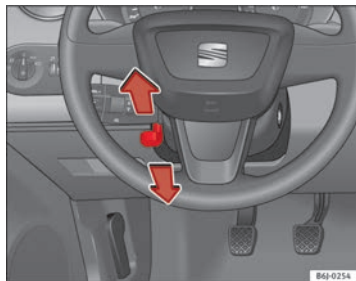

Abb. 96 Lenkradhöhen-einstellung
- Schwenken Sie den Hebel ⇒ Abb. 96 unter der Lenksäule nach unten ⇒ ⚠.
- Stellen Sie das Lenkrad in die gewünschte Position ein ⇒ Abb. 96.
- Stellen Sie den Fahrersitz bzw. das Lenkrad so ein, dass der Abstand zwischen Lenkrad und Brustbein mindestens 25 cm beträgt ⇒ Abb. 96. Wenn Sie den Mindestabstand nicht einhalten, kann Sie das Airbag-System nicht schützen – Lebensgefahr!